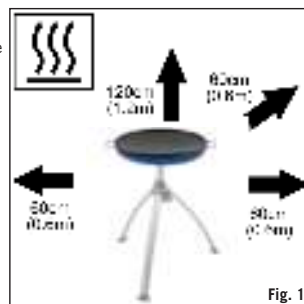

Fig. 1
- Non ricoprire o cambiare le prese d'aria della casseruola di cottura (F) sul piatto di base, poiché ciò finirà per influenzare il flusso d'aria verso le prese d'aria del gambo, situate all'interno dell'alloggiamento dei treppiedi (J). Ciò, a sua volta, inciderà sulla funzionalità del prodotto, comportando il rischio di una fiamma instabile. Assicuratevi che il dispositivo sia usato a distanza da materiali infiammabili. Le distanze minime di sicurezza sono:
- Sopra il dispositivo 1,2 m. Dietro e sui lati 600 mm. (v. Fig.1)
- In caso di ritorno di fiamma (quando la fiamma brucia all'indietro, propagando il fuoco all'interno del fornello o del tubo di Venturi), spegnete immediatamente l'alimentatore del gas chiudendo innanzitutto la valvola di controllo sulla bombola di gas, e poi la valvola del dispositivo (M). Dopo che la fiamma si è spenta, togliete l'erogatore e controllate le condizioni della chiusura; nel dubbio, sostituite la chiusura. Riaccendete il dispositivo come illustrato nella Sezione 7, a seguire. Qualora la fiamma dovesse continuare a propagarsi all'indietro, riportate il prodotto al vostro agente autorizzato CADAC per le riparazioni.